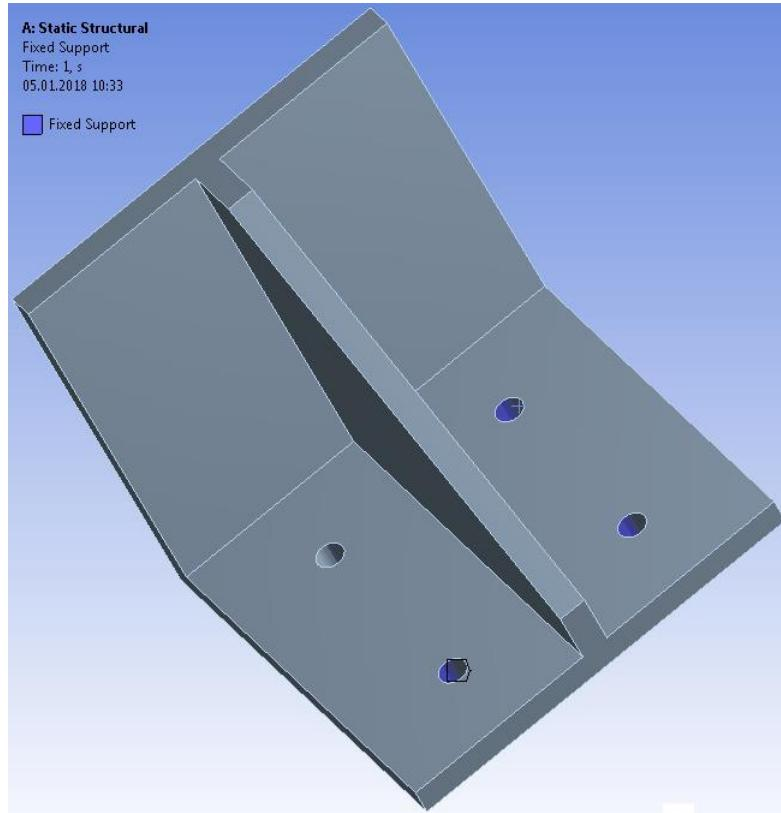

Рисунок 5.14 – Пример закреплений по варианту №2
- 20) Жестко закрепить внутреннюю поверхность, но уже только 3-х отверстий (рисунок 5.14). Для этого нажать **правой** клавишей мыши по пункту «Analysis Settings» («настройки анализа») и выбрать цепочку команд «Insert» – «Fixed Support» («Вставить» – «Жесткое закрепление»). Выбрать с нажатой клавишей <Ctrl> внутреннюю поверхность только 3-х отверстий, оставив одно из передних отверстий незакрепленным (имитирует